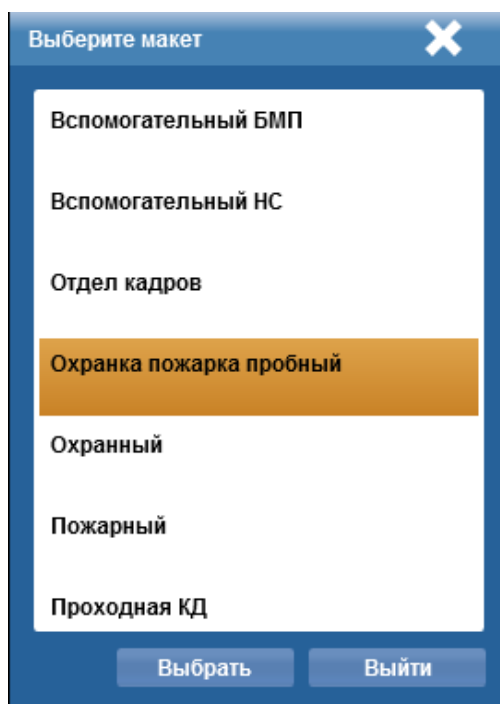

Рисунок 9.4 – Окно выбора макета
3. Выбрать макет, который должен быть применен к интерфейсу приложения. Выбор производится в окне **«Выберите макет»** (рисунок 9.4), которое отображается в процессе загрузки приложения, при этом для выбора доступны макеты, доступные для запуска данного пользователя с данного компьютера (должны выполняться оба условия).